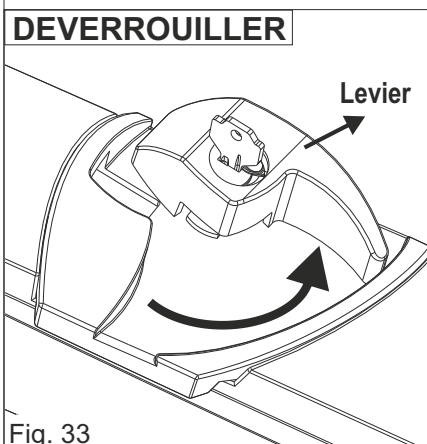

Fig. 33
- 3) Tournez le levier dans le sens inverse des aiguilles d'une montre pour déverrouiller l'opérateur (Fig. 33)